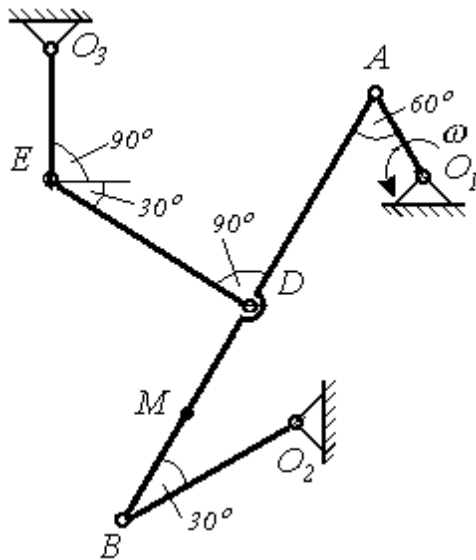

Рисунок 7
**Приклад 5.** На рис. 7 зображено плоский багатоланковий механізм, в якого ведуча ланка  $O_1A=r_1=20\text{см}$  обертається з постійною кутовою швидкістю  $\omega = 5\text{с}^{-1}$  і приводить в рух ланки  $AD = DB = l_1 = 50\text{см}$ ,  $O_2B=r_2=40\text{см}$ ,  $DE=l_2=40\text{см}$ ,  $O_3E=r_3=25\text{см}$ ,  $BM=MD=25\text{см}$ . Кути між ланками задані на рисунку.
геометричною сумою швидкості полюса і обертової швидкості цієї точки навколо полюса. В механізмі на рис. 7 ланка  $AB$  здійснює ППР, швидкість точки  $A$  відома, тому беремо її за полюс. Тоді